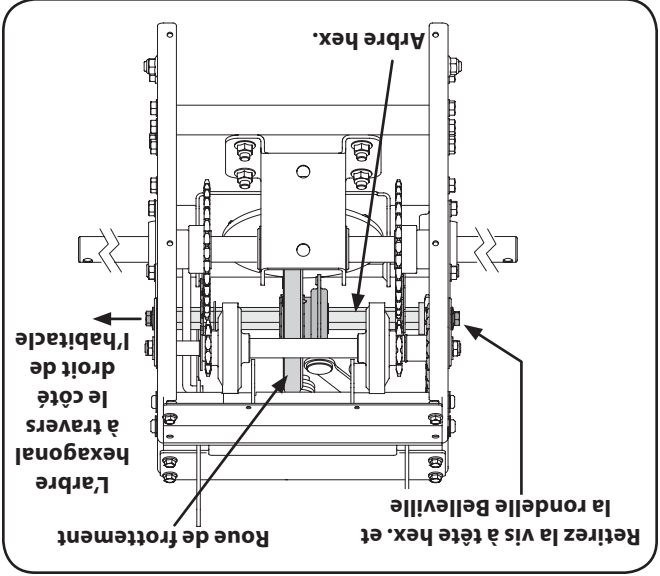

Figure 7-11
- Tenez la roue de frottement et dégagez l'arbre hexagonal de la machine en le glissant vers le côté droit. La rondelle d'écartement sur la gauche de l'arbre hex. va tomber et le pignon devrait rester accroché dans la chaîne. Voir la Figure 7-11.